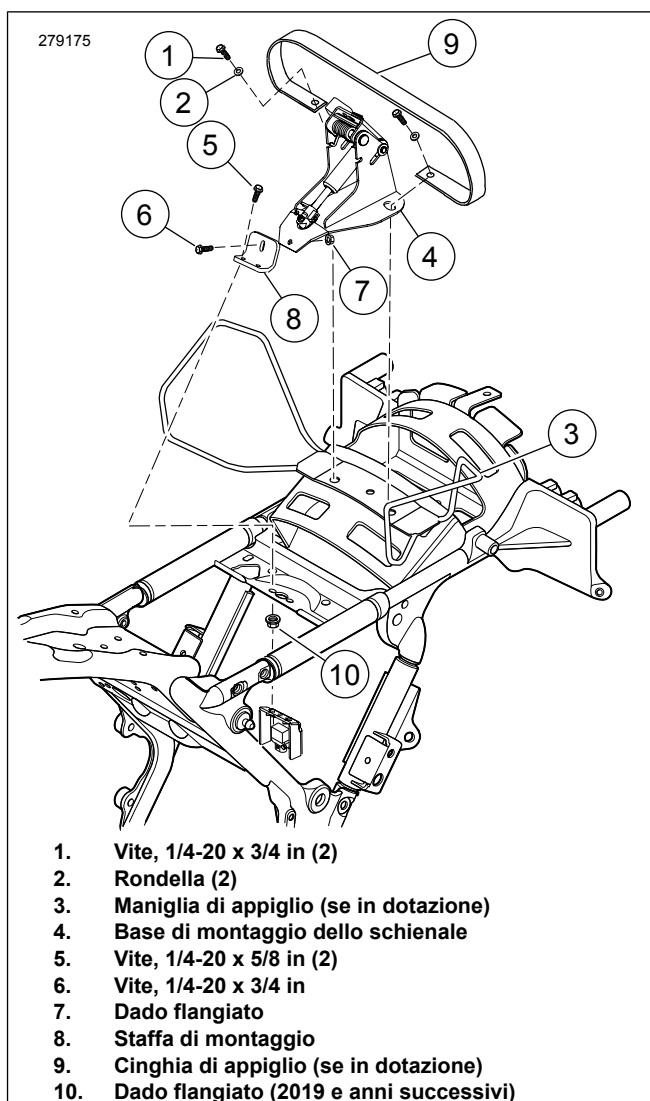

Figura 3. Installazione della base di montaggio dello schienale
3. Vedere la figura 3. Installare la staffa di montaggio (8) sulla relativa base (4) con la vite (6) e il dado flangiato (7). Serrare la vite.
4. Vedere la figura 3. Installare la staffa di montaggio anteriore (8).